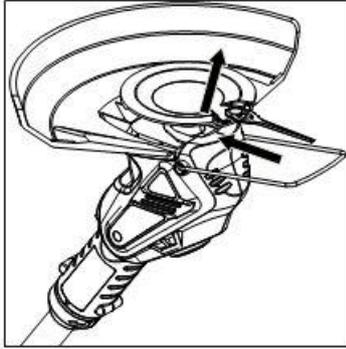

Fig. 14
- Après avoir retiré la batterie de l'appareil, retournez le bloc moteur, poussez la lame vers l'intérieur et retirez-la (Fig.14).